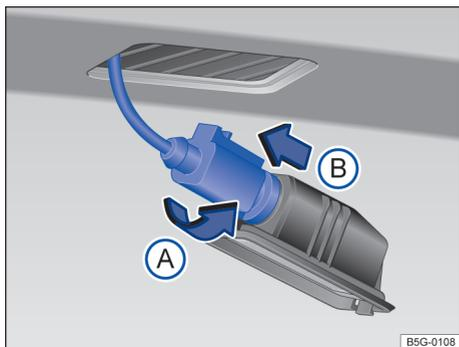

Fig. 196 Luz da lanterna da placa de licença: desinstalação do suporte da lâmpada.
- 4 Gire o suporte da lâmpada no sentido da seta → Fig. 196  e o extraia junto com a lâmpada no sentido da seta .